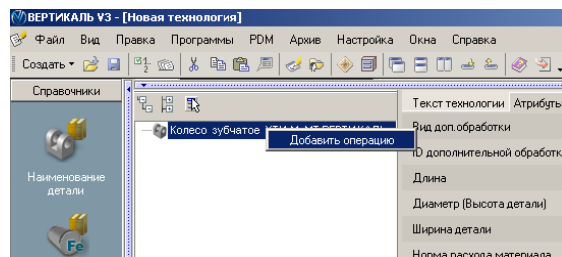
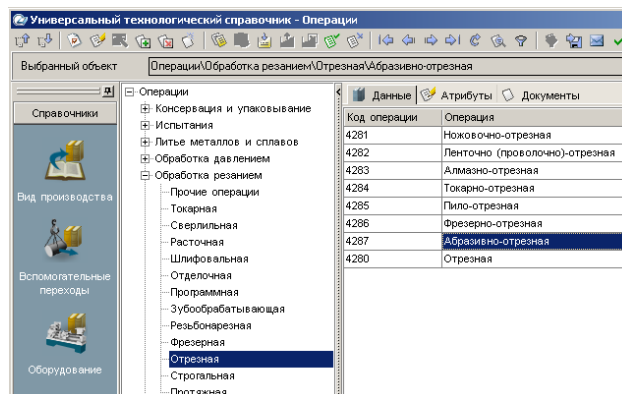

Рис.1
Рис. 2
1. Установите курсор в окне дерева ТП на названии детали. Нажмите правую кнопку мыши и выберите **Добавить операцию** (рис. 1). В открывшемся окне справочника операций последовательно выберите *Обработка резанием – Отрезная – Абразивно-отрезная* и нажмите кнопку **Применить** (рис. 2)